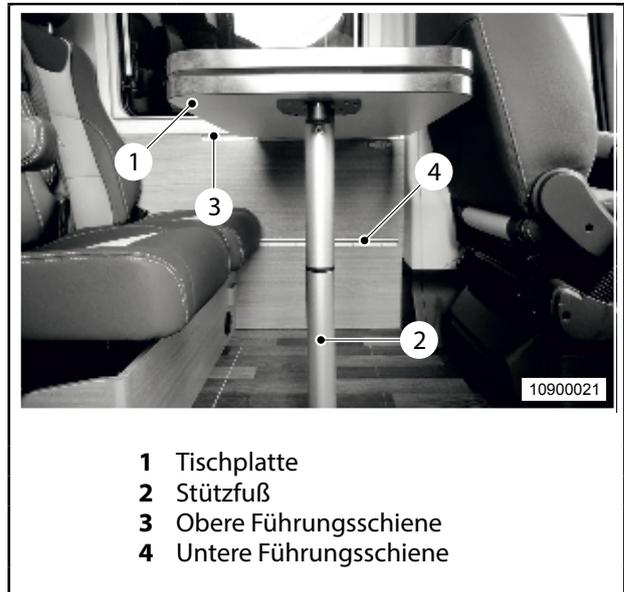

Abb. 42 Einhängetisch zur Schlafstätte umbauen
1. Tischplatte (Abb. 42, Pos. 1) anheben und unteren Teil vom Stützfuß (Abb. 42, Pos. 2) entfernen.
2. Tischplatte (Abb. 42, Pos. 1) aus der oberen Führungsschiene (Abb. 42, Pos. 3) aushängen, in die untere Führungsschiene (Abb. 42, Pos. 4) einhängen und verriegeln.